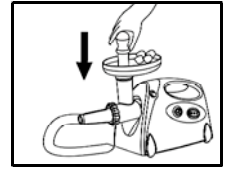

fig. 9
- 4- Tenir le moule avec une main afin que la viande hachée s'insère dans l'intestin au fur et à mesure de l'opération. (fig.9)